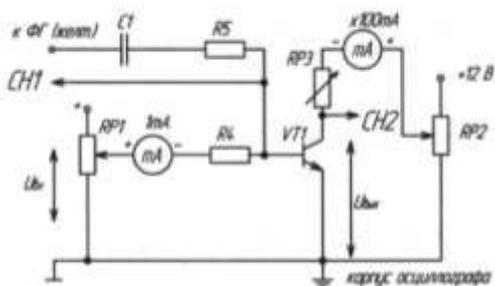

Рисунок 1
1. Собрать схему (рис. 1) для исследования усилительного каскада. Подключить канал CH1 осциллографа к входу усилителя, а канал CH2 к выходу усилителя. Включить временную развертку осциллографа. Включить функциональный генератор и установить синусоидальный сигнал частотой 50 Гц. Уменьшить сигнал до нуля регулятором амплитуды. Переключить входы CH1 на положение «вход замкнут». При токе $I_b=0$ установить с помощью потенциометра RP2 заданное значение E_k и далее не изменять его при всех экспериментах.